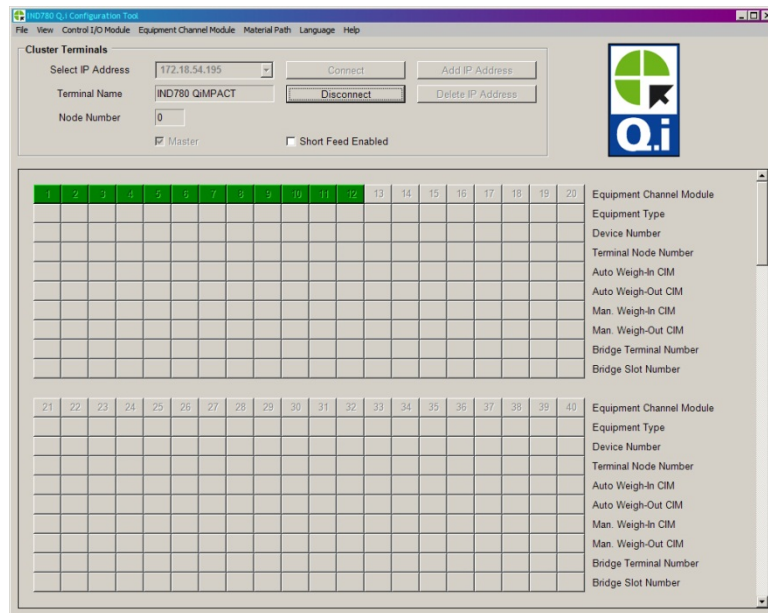

Figura 2-4: Pantalla principal de configuración Qi, conectado
3. Haga clic en el botón **conectar** para establecer comunicación con el terminal. Una vez que el terminal está conectado, la pantalla de la herramienta de configuración se actualizará y se parecerá a la pantalla mostrada en la Figura 2-4. Todos los ítems de la barra de menú estarán ahora activados y se mostrará el nombre del terminal y número de nodo. Cada columna del Equipment Channel Module (ECM) está llena con más números.